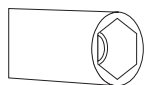

Рис. 5
1. Используйте отвертку со специальной головкой для снятия и установки насадки как показано на (рис. 5)